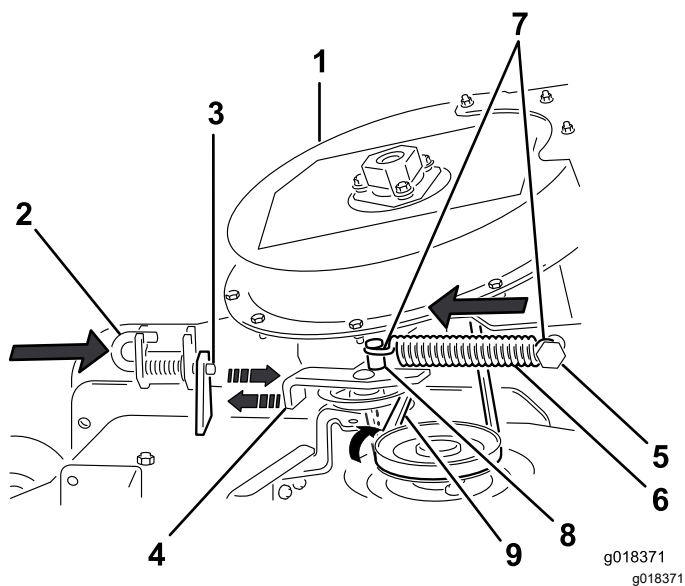

Figure 30
- Faites passer la courroie momentanément sous la poulie de tension (Figure 30).
3. Déplacez le support de pivot de la poulie de tension vers le tenon fixe du ressort et accrochez le ressort en alignant le crochet sur le tenon mobile du ressort (Figure 30).
4. Tirez sur la poulie de tension rappelée par ressort pour l'éloigner du tenon fixe et chaussez la courroie sur la poulie du plateau de coupe (Figure 30).